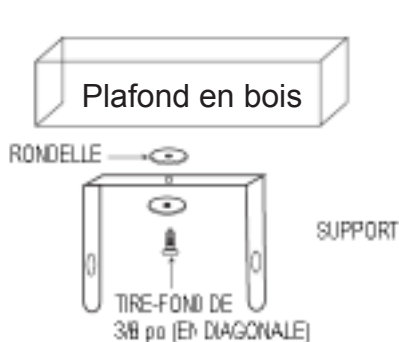

Figure 4a. Installation avec une vis
Consultez les figures 4a et 4b.
**REMARQUE:** Si vous prévoyez pivoter le radiateur vers la gauche ou la droite, il est recommandé d'ajouter des rondelles de chaque côté du support. Un tire-fond plus long peut être nécessaire pour fixer correctement le radiateur. Voir la figure 4a.
1. Si le radiateur a été fixé avec un seul tire-fond, comme illustré à la figure 4a, il est possible de le tourner horizontalement au besoin. Par contre, s'il a été installé avec deux tire-fonds, il ne peut être tourné de cette manière.